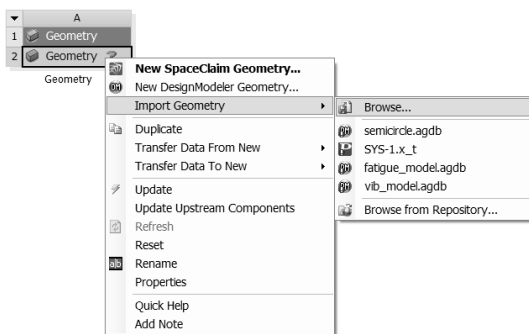

图 2-63 读入文件
Step1：新创建一个项目 A。然后在项目 A 的 A2（Geometry）中右击，从弹出的快捷菜单中选择 Import Geometry Browse 命令，如图 2-63 所示。